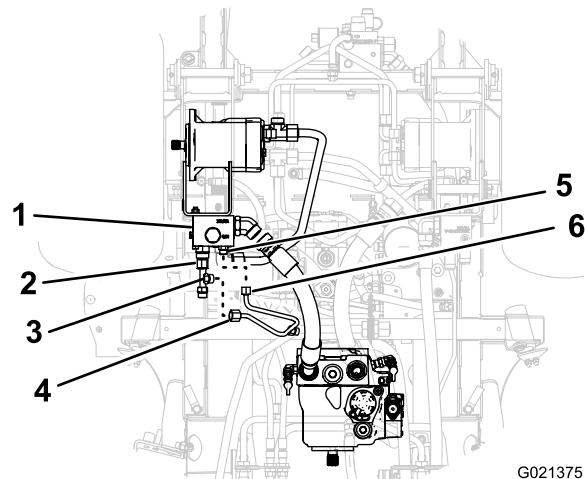

Figure 11
1. Alignez l'écrou-raccord avant pour le collecteur de tube sur l'adaptateur de contrôle situé dans l'orifice CH1 du diviseur de débit (Figure 11).
2. Alignez l'écrou-raccord arrière pour le collecteur de tube sur le raccord à 90° fileté du raccord en T (Figure 11).
3. Vissez les écrous-raccords du collecteur de tube sur l'adaptateur de contrôle et le raccord en T (Figure 11).